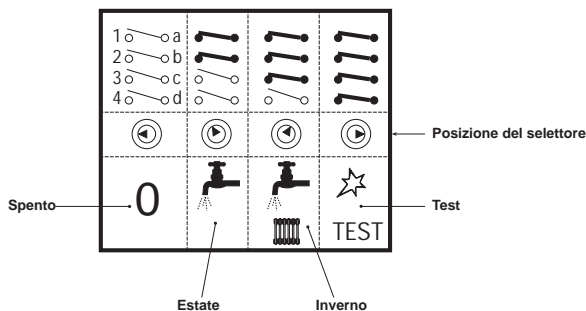

Fig. 1
1.03 Selettore del commutatore su posizione "INVERNO" (fig. 1)
1.04 Selettore del commutatore su posizione "ESTATE" (fig. 1)
1.05 Selettore del commutatore su posizione "TEST" (fig. 1)
- A questo punto scegliere se far funzionare la caldaia per il riscaldamento e la produzione d'acqua calda sanitaria, o per la sola produzione d'acqua sanitaria. Se si sceglie la prima condizione di funzionamento: riscaldamento + acqua calda sanitaria, posizionare il selettore (fig. 1) sulla posizione Inverno; ruotare quindi la manopola del termostato di regolazione su di un valore superiore a 50°C e quella dell'eventuale termostato ambiente, sul valore di temperatura desiderato. A questo punto il bruciatore si accende e la caldaia inizia a funzionare automaticamente, controllata dai suoi dispositivi di regolazione e di sicurezza.